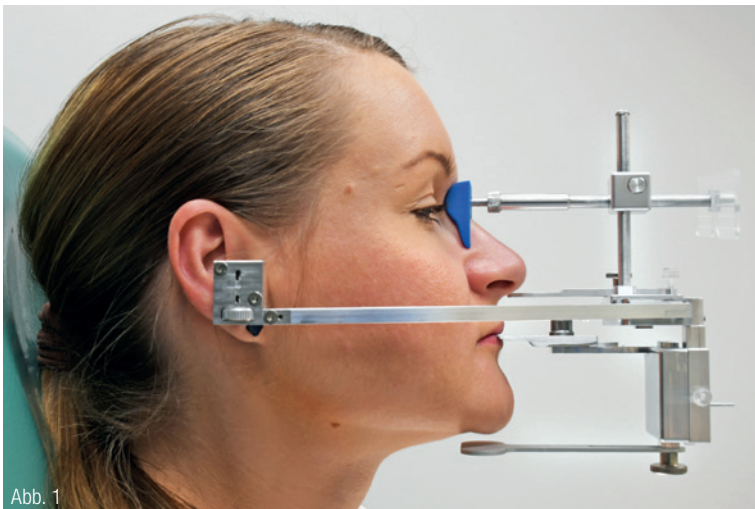
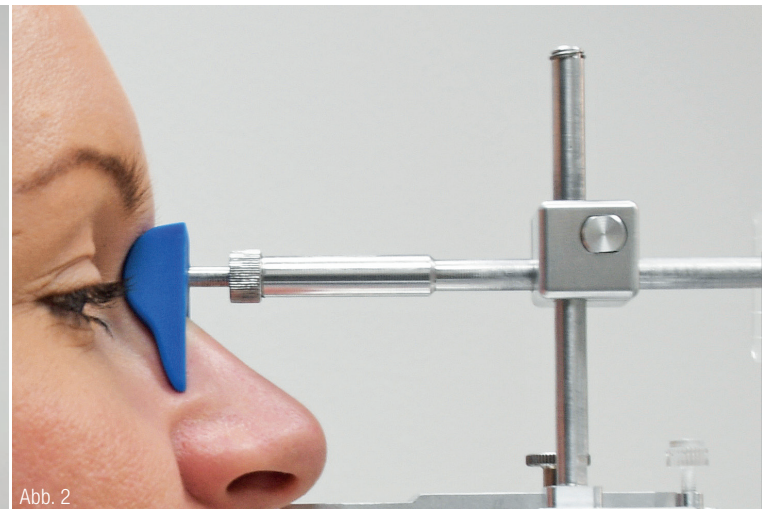
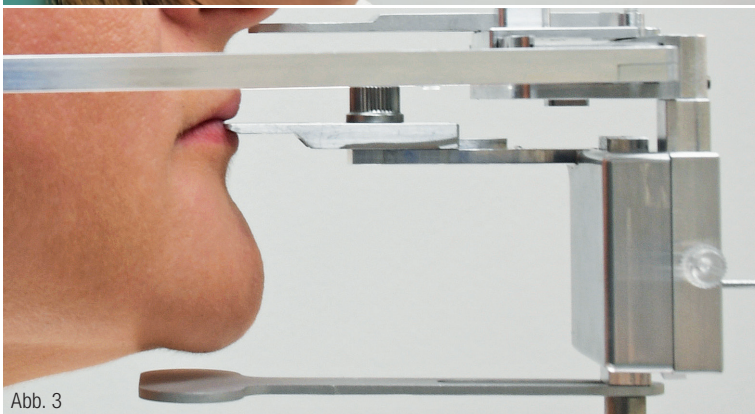
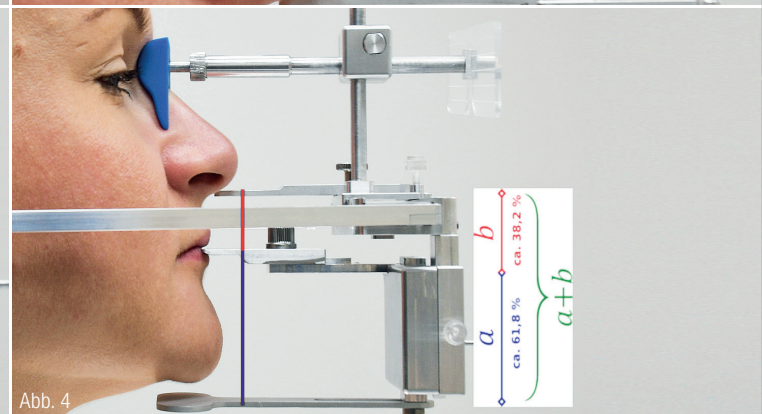

Abb. 1
Abb. 2
Abb. 3
Abb. 4
**Abb. 1:** Das neue Gesichtsbogensystem in situ. **Abb. 2:** Ansicht der Nasenstütze inklusive des Bipupillarlineals. Die Nasenstütze kann zudem vertikal nach der Camper'schen Ebene und der Patientenhorizontalen ausgerichtet werden. **Abb. 3:** Mit dem Biteanalyzer wird der Abstand zwischen Spina nasalis und der Lippenlinie abgegriffen. Der Abstand zum knöchernen Kinnpunkt wird dann mit der Kinnstütze visualisiert. **Abb. 4:** Der Abstand zwischen Spina nasalis und Lippenlinie (b) ist das Verhältnis 1, der Abstand zwischen Lippenlinie und Kinn ist das 1,618-fache Verhältnis.
Seit der IDS 2019 ist nun ein patentiertes System auf dem Markt, mit dem der Anwender die Möglichkeit hat, eine schädelbezügliche Lagebestimmung des Oberkiefers zu einer Referenzebene, wichtige ästhetische Parameter, die Bisslage und sogar die Bisshöhe in einem Schritt zu erfassen und sofort in verschiedene Artikulatorensysteme zu übertragen (Abb. 1). Unsere Artikulatoren sind im Vergleich zum menschlichen Kiefergelenk leider sehr vereinfachte Hilfsmittel. Im Artikulator bewegen wir den Oberkiefer unserer Patienten, aber nicht den Unterkiefer. Wir haben eine feste Schar-
Zeit, neue Wege zu gehen. Das hier vorgestellte Konzept basiert auf den Grundlagen der Gesichtsbogenregistrierung. Durch zwei stufenlos verstellbare Ohröhlen können auch ästhetische Parameter, wie z. B. die Bipupillarlinie, individuell erfasst werden. Hinzu kommt eine federnd gelagerte Nasenstütze, die in vertikaler Ausrichtung stufenlos verstellbar ist. Dadurch können je nach Wunsch verschiedene Referenzebenen, wie die Camper'sche Ebene oder die Patientenhorizontale, am Patienten abgegriffen werden (Abb. 2). Für die Bestimmung der vertikalen
Dimension verfügt das System über ein kleines Tool namens Biteanalyser. Mit dem Biteanalyser wird der Abstand zwischen Spina nasalis und der Lippenlinie bestimmt. Aus der Totalprothetik ist die Bestimmung der vertikalen Dimension auf der Grundlage des Goldenen Schnittes bekannt. Das Verhältnis des Goldenen Schnittes beträgt  $1:1,6180339887$ . Dabei wird der Abstand zwischen Spina nasalis und der Lippenlinie als Abstand mit dem Verhältnis 1 erfasst. Der Abstand von der Lippenlinie bis zum knöchernen Kinnpunkt ist dann der 1,618-fache Abstand. Der Anwender greift also den Abstand zwischen Spina nasalis und Lippenlinie ab, und das System gibt dann den Abstand zum knöchernen Kinnpunkt vor. Damit wird eine Bestimmung der vertikalen Dimension möglich (Abb. 3 und 4).